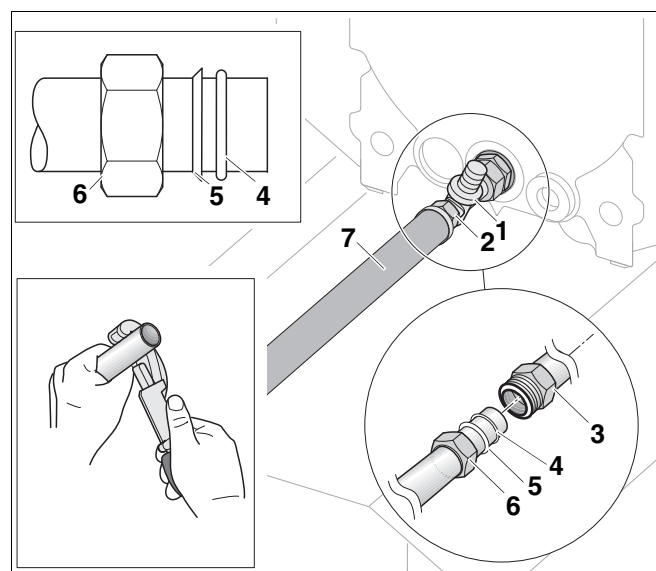

Рис. 9 Установка резьбового соединения с зажимным кольцом на соединительную трубу RS
- Наденьте накидную гайку (рис. 9, **поз. 6**), зажимное кольцо (рис. 9, **поз. 5**) и кольцо Ø 26 x 3 (рис. 9, **поз. 4**) на (обрезанную) горизонтальную соединительную трубу RS (рис. 9, **поз. 7**).
- Приверните соединительную деталь (рис. 9, **поз. 3**) с установленным уплотнением (рис. 9, **поз. 2**) к заднему отводу тройника (рис. 9, **поз. 1**; входит в поставку отопительного котла).
- Вставьте соединительную трубу RS (рис. 9, **поз. 7**) с накидной гайкой (рис. 9, **поз. 6**), зажимным кольцом (рис. 9, **поз. 5**) и кольцом (рис. 9, **поз. 4**) в соединительную деталь (рис. 9, **поз. 3**) и заверните (при затягивании контргайки удерживайте соединительную деталь от прокручивания).